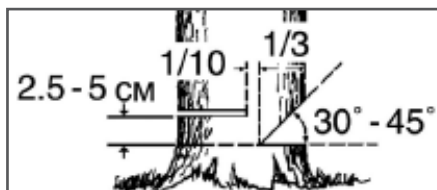

Рис. 12. Расположение запила и пропила
5. Сделайте запил с той стороны, куда должно упасть дерево. Глубина запила примерно $1/3$ диаметра ствола под углом $30-45^\circ$ (Рис. 12).